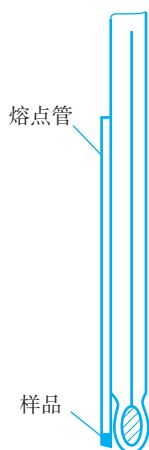
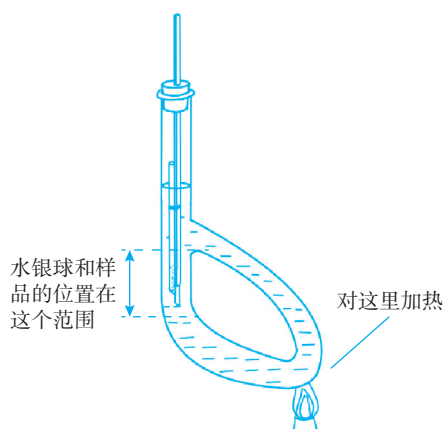

图 1-2 温度计上毛细管的位置
图 1-3 提勒熔点测定仪
(1) 选取若干根内径 1mm、长 80mm 的薄壁毛细管,将其一端在酒精灯上封口,即为熔点管。
(2) 取少量干燥样品用研钵研细,堆成一堆,将熔点管的开口端插入样品堆中,使样品挤入管内。然后把熔点管竖起来(封口端朝下),让熔点管从一根长约 40cm 的玻璃管中自由掉到表面皿上,利用这种自由落体运动的冲击力使样品落到底部,如此重复数次,使样品装得紧密,样品高度以 2~3mm 为宜。
(3) 在提勒管中加液体石蜡直至支管口之上,将装有样品的熔点管用小橡皮圈缚在温度计下端,样品一端必须靠近温度计水银球中部,如图 1-2 所示,然后将温度计插入液体石蜡中,提勒管装置中的温度计水银球应位于该管上、下两支管口的中部,如图 1-3 所示。将提勒管加热,受热的浴液在浴管内做上升运动,促使整个提勒管内的浴液呈对流循环,使温度较为均匀。开始时,加热升温速度可较快($4\sim 6^{\circ}\text{C}/\text{min}$)。当温度与被测试样的熔点相差 $10\sim 15^{\circ}\text{C}$ 时,调整火焰使升温速度控制在 $1\sim 2^{\circ}\text{C}/\text{min}$,并注意观察试样的变化情况。升温速度是准确测定熔点的关键。记下样品开始塌落并有液相产生时(初熔)至固体全部熔化(全熔)的温度范围。熔点测定,至少有两次重复的数据,两次数据不应大于 0.3°C ,否则应再测第三次。每次测定完后,应将传热液冷却至样品熔点 10°C 以下,才能装入新的毛细管并开始操作。测定未知样品时,第一次可快速升温,大致确定熔点温度,其后两次再精确测定。